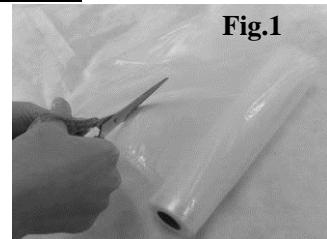

Fig.1
2. Folosiți foarfeca pentru a tăia o pungă dintr-o rolă de pungi, la lungimea dorită – **Fig. 1.**